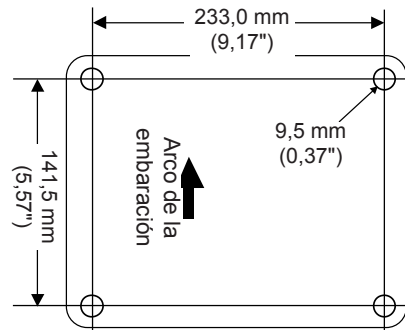

Ilustración 1
- Una vez determinada la ubicación del montaje, asegúrese de que las ubicaciones de los orificios de montaje están alineadas por la proa y por la popa y utilice la plantilla de montaje que se incluye o consulte la ilustración 1 para perforar cuatro orificios de montaje de 9,5 mm (0,37 pulg.). (Este paso no será necesario si utiliza un soporte compatible Garmin o Raymarine® perforado previamente.)